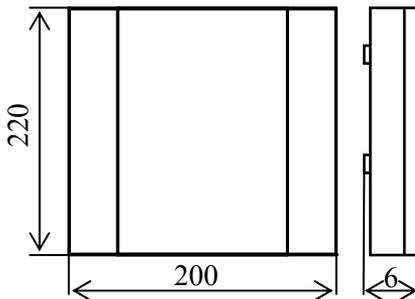
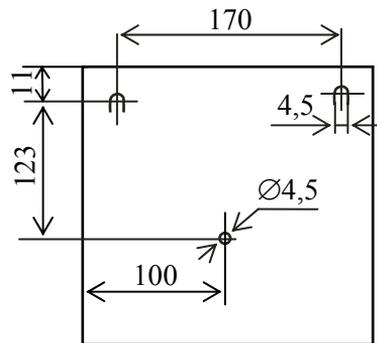

Рис.2.1 Габаритный чертеж ПКП.
Рис.2.2 Установочные размеры ПКП.
5.1.1. ПКП состоит из стального корпуса с откидывающейся передней крышкой и центральной платы. Габаритные и установочные размеры ПКП показаны на рис.2.1, рис.2.2.